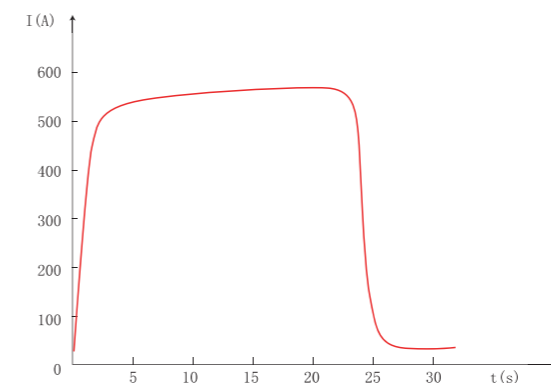

图4
■ 图4所示为山西某水泥厂磨机采用ZDBK自动电液变阻起动补偿控制装置起动曲线。（电动机主要参数： $P_e=280\text{kW}$ ， $U_e=380\text{V}$ ， $I_e=545\text{A}$ ）。